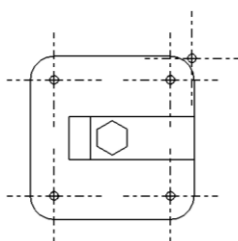

Рис.2 Схема установки опоры (Г)
1. Прикрепить к детали 2 опоры (Г) саморезами (Е) см. рис.2 ;